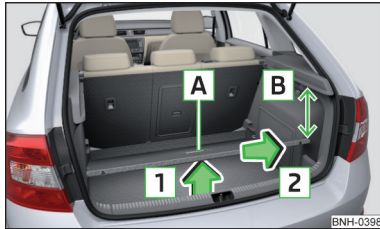

Abb. 117
- › Den variablen Ladeboden am Griff **A** in Pfeilrichtung **1** anheben, sodass sich dessen hinterer Bereich etwa 15 cm **B** unterhalb der Kante der Abdeckung befindet » Abb. 117.
- › Den variablen Ladeboden am Griff **A** » Abb. 117 fassen.
Beim Herausnehmen/Einsetzen des variablen Ladebodens ist der Abstand von 15 cm **B** » Abb. 117 unterhalb der Kante der Abdeckung einzuhalten - andernfalls besteht die Gefahr einer Beschädigung der Gepäckraumklappendichtung.